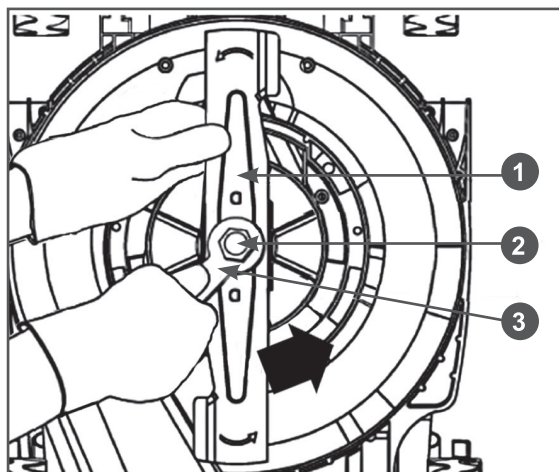

Рис. 13 Замена ножа
2. левой рукой крепко держите нож 1, правой рукой открутите гаечным ключом 3 болт 2 крепления ножа против часовой стрелки (Рис. 13).